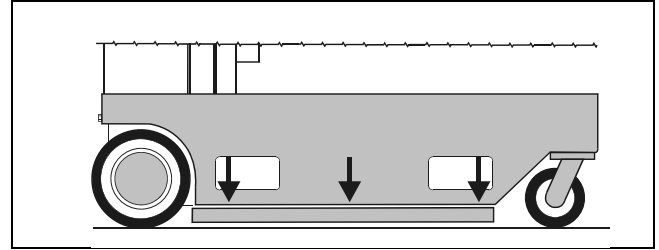

Figure 2-2. Barres de protection contre les nids-de-poule abaissées.
- S'assurer que le système de protection contre les nids-de-poule est complètement engagé (barres baissées sur les côtés) quand la plate-forme est élevée (voir Figure 2-2.).